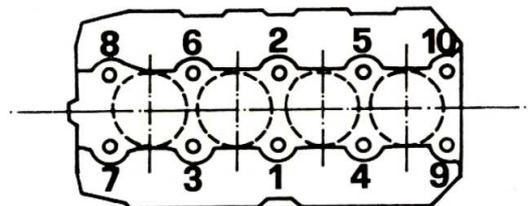

Fig. 20 - Ordre de serrage de la culasse
- Lors de la repose serrer les vis qui fixent la culasse au moteur, au couple de 8,5 mkg, en respectant l'ordre de serrage indiqué dans la figure 20.